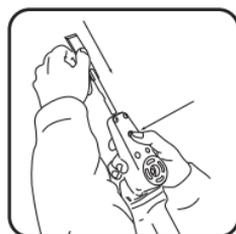

Abb.1
2. Der Power Chisel wird mit zwei Meißeln geliefert. Nehmen Sie einen Meißel aus der Box, wischen Sie die Klebebeschichtung ab und setzen Sie ihn wie in Abb. 1 gezeigt in den Verlängerungsarm ein. Wenn der Meißel korrekt eingesetzt wird, sollte er fest einrasten. Die Schneide des Meißels sollte vom Werkzeug weg abfallen.